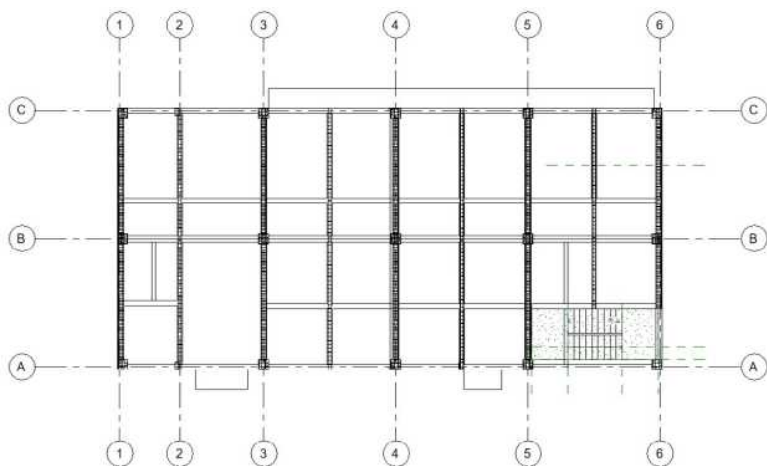

图 15-112 调整其他箍筋
(20) 采用相同的方法，调整其他梁上的箍筋，使箍筋布满梁，如图 15-112 所示。